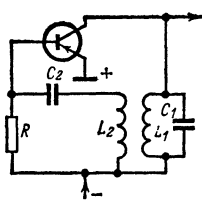

Рис. 124. Схема генератора с колебательным контуром в цепи коллектора и с катушкой обратной связи в цепи базы.
**Н.** — Если ты позволишь, то я попытаюсь составить одну простую схему гетеродина (рис. 124). Я включу настраивающийся контур в цепь коллектора; катушка  $L_1$  этого контура связана с катушкой  $L_2$ , сигнал с которой через конденсатор  $C_2$  подается на базу транзистора, а смещение базы обеспечивается резистором  $R$ . Будет ли моя схема генерировать?
**Ц.** — Вспомни схему индуктивной трехточки, транзисторный вариант которой я для тебя приготовил (рис. 125). Как ты видишь, на пути от коллектора к базе ток протекает по виткам катушки всегда в одном направлении. Примени это правило к изображенной тобой схеме (рис. 124). Если в катушке  $L_1$  ток, идя от коллектора к отрицательному полюсу, протекает по виткам в направлении движения часовой стрелки, то сделай так, чтобы в катушке  $L_2$  по пути от отрицательного полюса к базе ток протекал по виткам в этом же направлении.